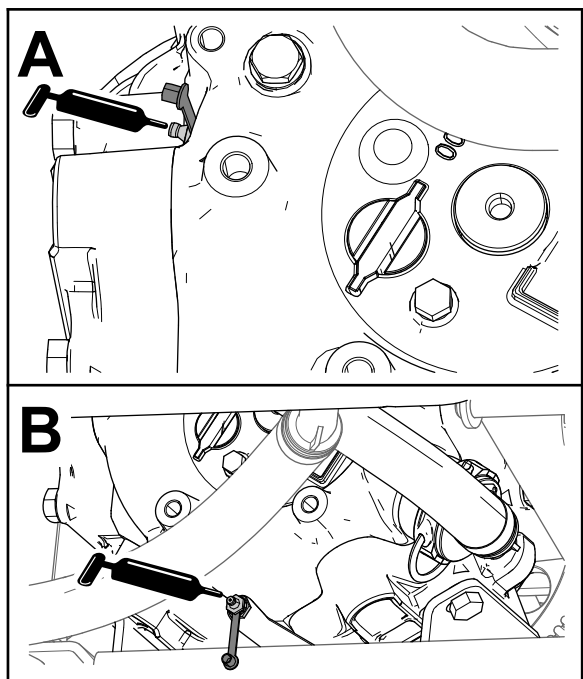

Рисунок 37
3. Начисто протрите 2 выносные масленки (Рисунок 37А и Рисунок 37В).
4. Закачайте консистентную смазку в каждую выносную масленку (Рисунок 37А и Рисунок 37В).